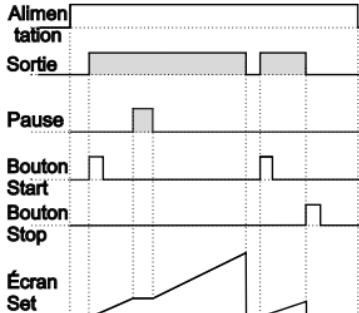

Figure 1.3
1.2.1 Si le comptage est **dEct** = 0 et que **butF** est **o-n**, le schéma de commande sera celui illustré à la figure 1.3.